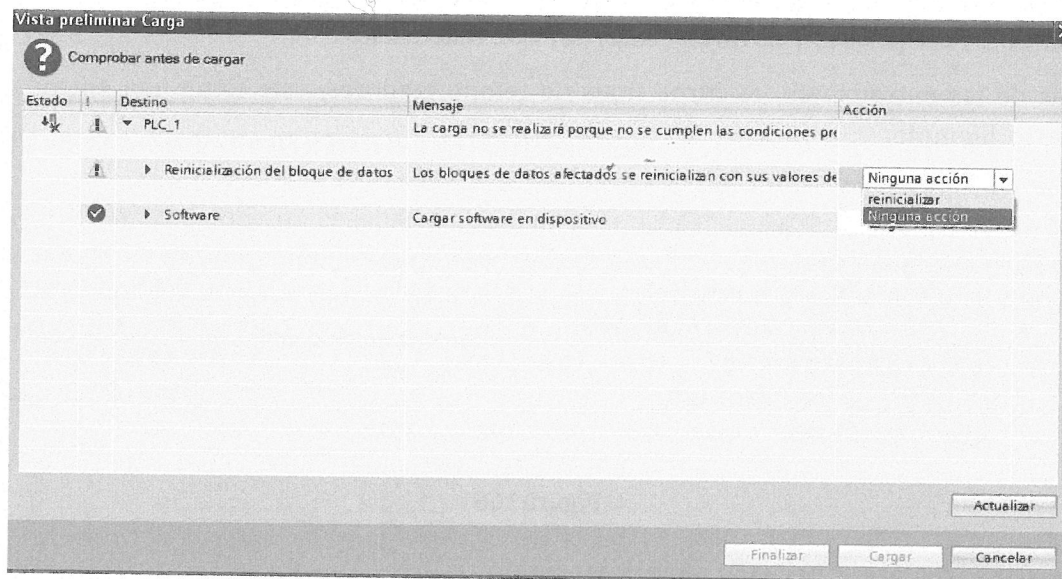

Figura 169
7. Al cargar en el PLC, si sale la opción **Reinicialización de bloques de datos**, hay que cambiar la opción de **Ninguna acción** a **Inicializar**, tal como se aprecia en la Figura 169.